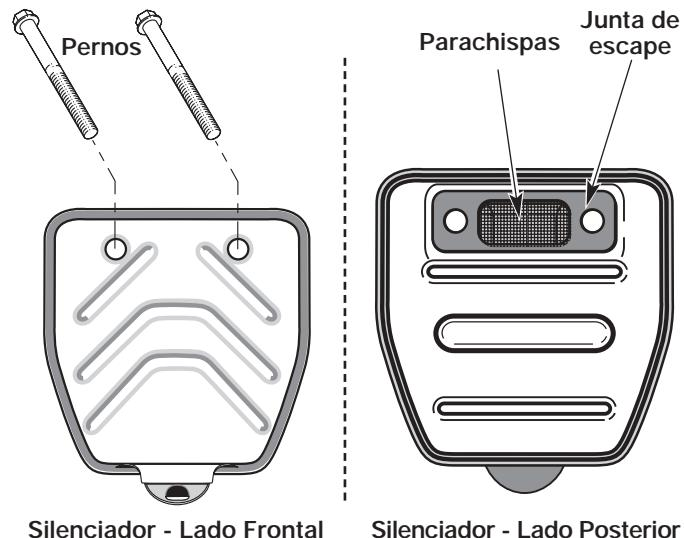

Fig. 28
2. Ubique el frente del silenciador y los dos (2) pernos que lo sujetan al motor (Fig. 28). Quite los dos (2) pernos con un de broca Torx N° T25/27, una llave de tubo de 8 mm (5/16 pulg.) o destornillador para tuercas. Hale el silenciador del motor.
3. Voltee el silenciador al lado posterior y ubique la junta de escape. Retire la junta de escape (Fig. 28).
7. Ponga la junta del silenciador contra el lado posterior del mismo. Alinee los orificios de los pernos de la junta del silenciador en el silenciador. Mientras sostiene la junta en su lugar, ponga los pernos en el lado frontal del silenciador (Fig. 28).